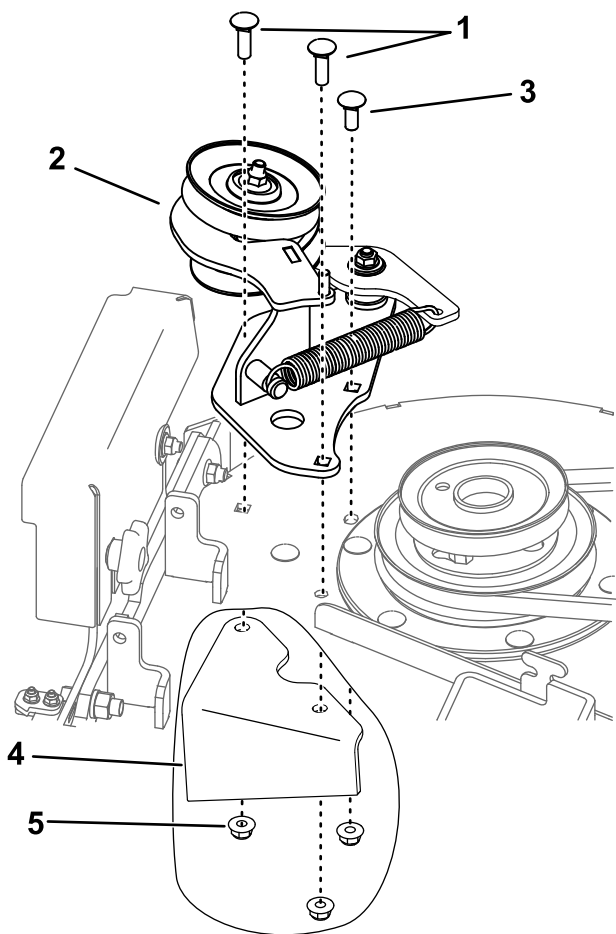

Figur 4
2. Fjern møtrikkerne fra spindlen i plæneklipper-skjoldets højre remskive, og brug dem til at fastgøre remskiveenheden til plæneklipperskjoldets remskive (Figur 4).